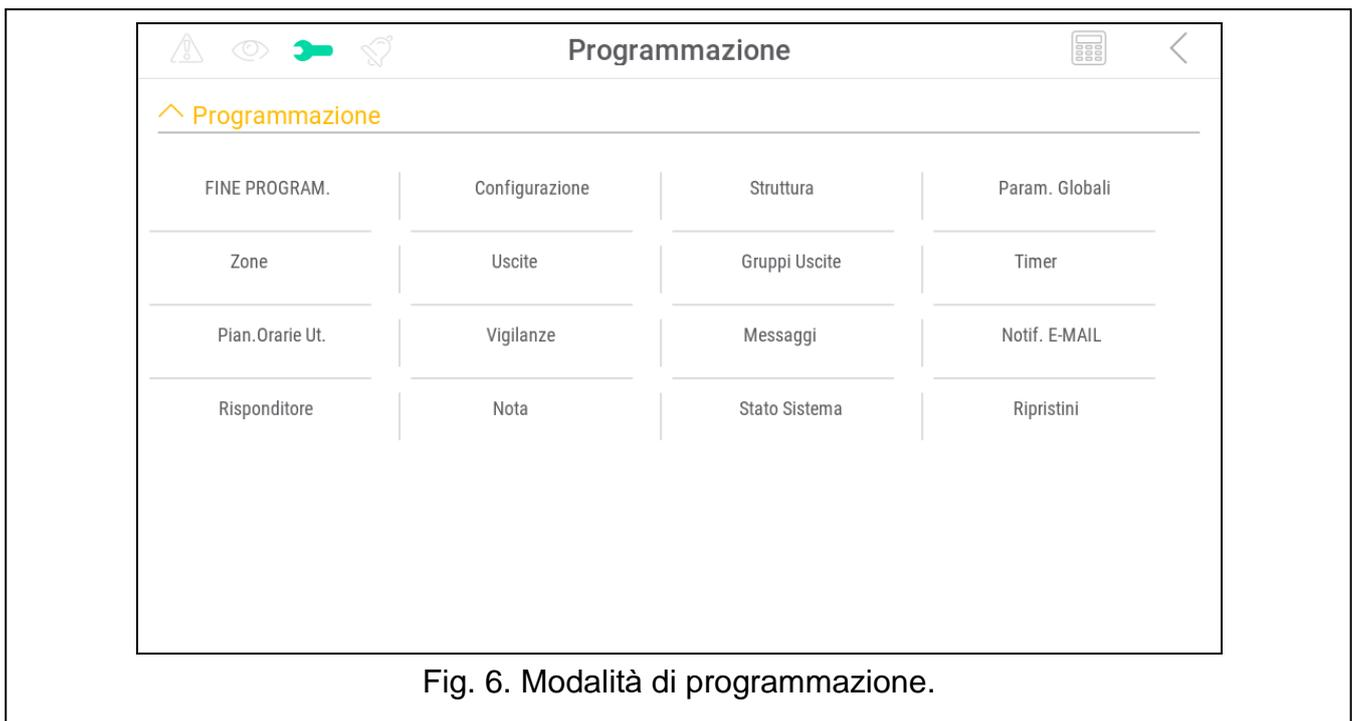

Fig. 6. Modalità di programmazione.
5. Toccare il pulsante "Programmazione". Viene visualizzato il menu di programmazione (Fig. 6).